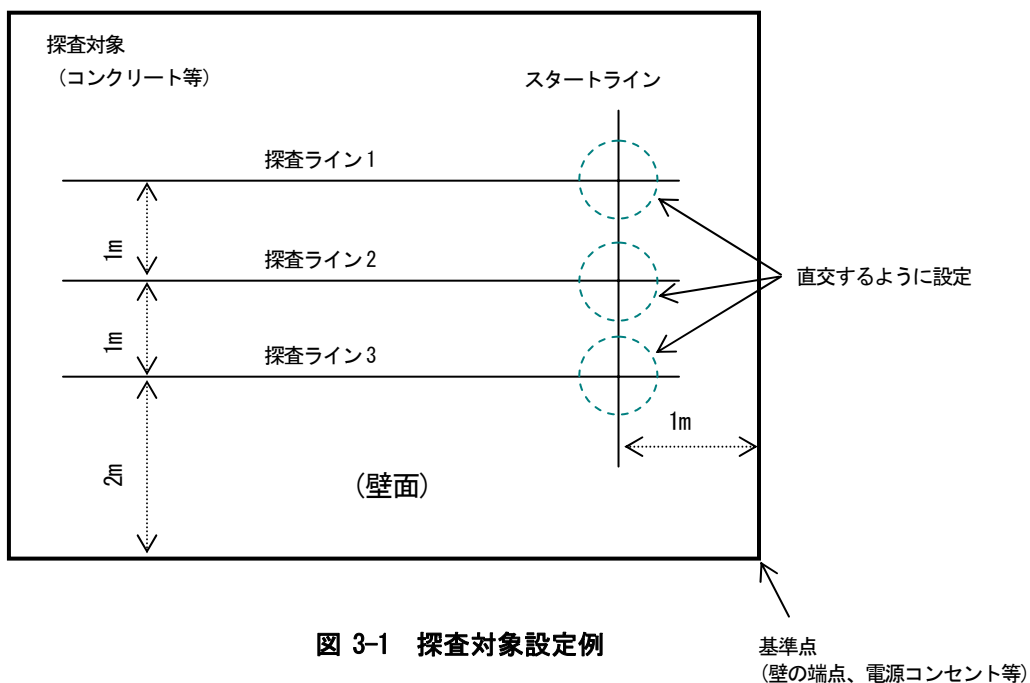

図 3-1 探査対象設定例
探査対象(壁面等)にスタートライン、探査ラインをチョーク等で設定してください。この時、スタートラインと探査ラインは直交させてください。必要に応じて再探査を可能とするために、スタートライン、探査ラインは壁の端点等を基準として設定してください。図 3-1に探査対象設定例を示します。
センサー本体の側面 LED (図 1-2 ⑪と⑰参照) を探査対象のスタートライン(図 3-1 参照) に、前後 LED (図 1-2 ⑫と⑱参照) を探査ライン (図 3-1 参照) に合うように置いてください。